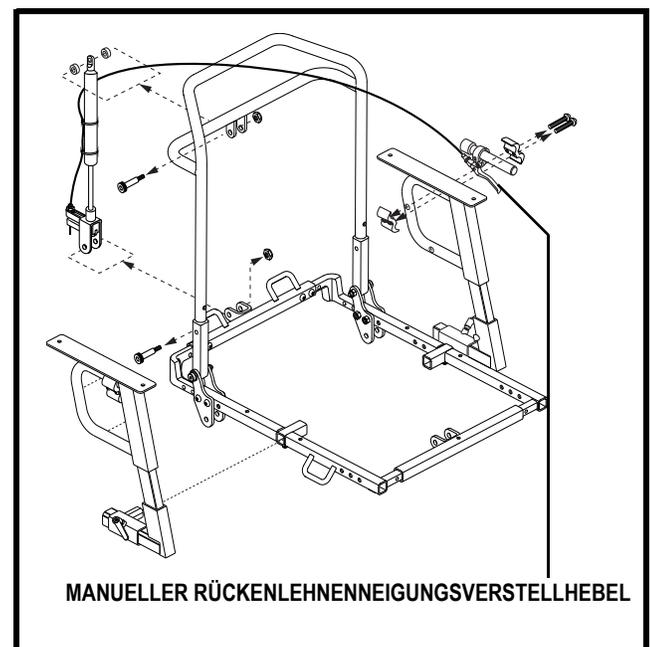

Abb. 13. Manuelle Einstellung der Rückenlehnenneigung
1. Drücken Sie mit Ihrem Rücken fest gegen die Rückenlehne und drücken Sie den Einstellhebel, der an Ihrer Armlehne befestigt ist. **Siehe Abbildung 13.**
7. Entfernen Sie die Manuelle Rückenlehnenverstellbaugruppe und befestigen Sie es in der Klemmbefestigung der gegenüberliegenden Armlehne. **Siehe Abbildung 13.**